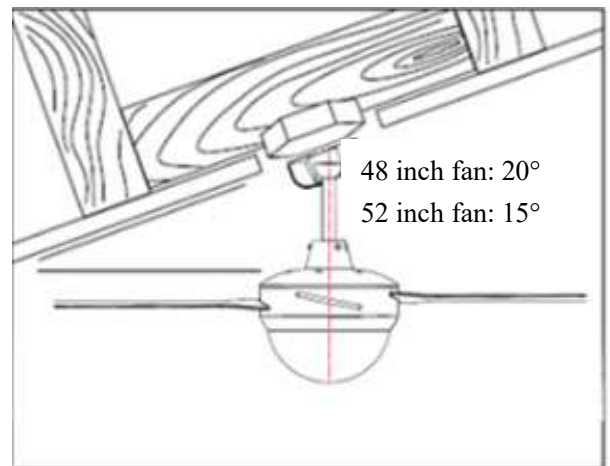

Fig. 3
**ANGLED CEILING INSTALLATION (Fig. 3)**